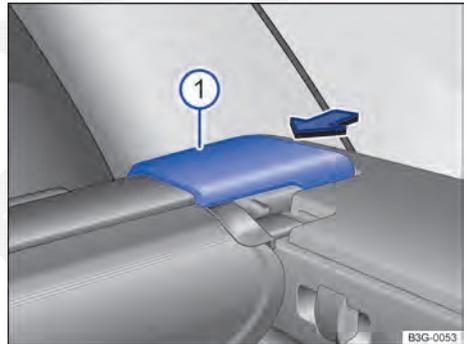

Fig. 93 No compartimento de bagagem: remover a cobertura do compartimento de bagagem.
- Pressionar a trava da cobertura do compartimento de bagagem ⇒ Fig. 93 **1** no sentido da seta.